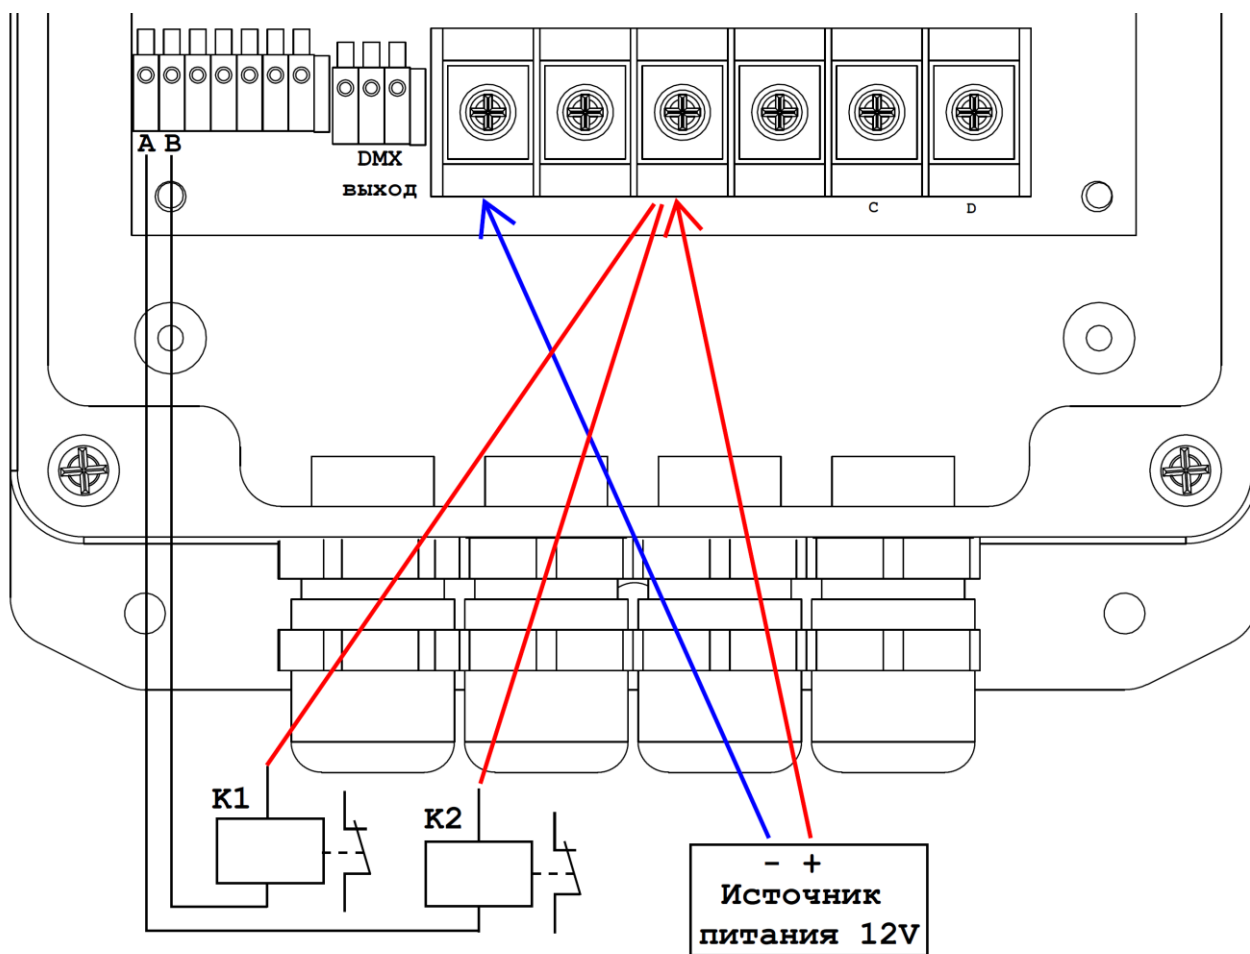

Рисунок 4. Схема подключения Контроллера реле к выводам А и В
- Выходы А и В, предназначены для подключения реле (см. Приложение 1, рисунок 4). Если значение каналов DMX 1 (выход А) и 2 (выход В) превышает 129, то реле замыкается; и реле размыкается, если значение ниже 127;